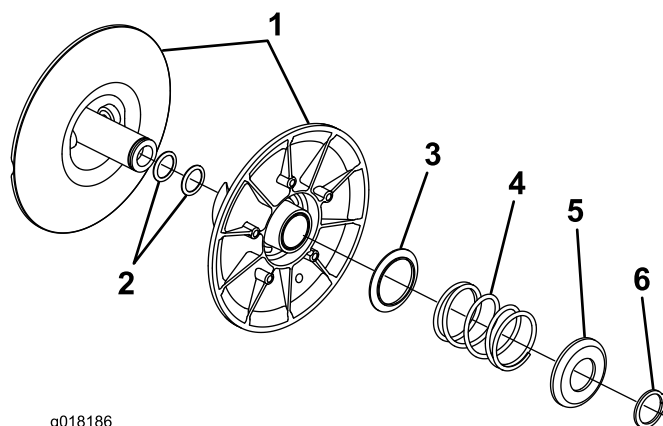

Figura 9
6. Vire a embraiagem (Figura 9).
e mola para o interior aliviando a pressão no anel de retenção (Figura 9).
9. Separe as duas metades da embraiagem (Figura 9).
10. Faça deslizar um calço para o veio da embraiagem (Figura 9).